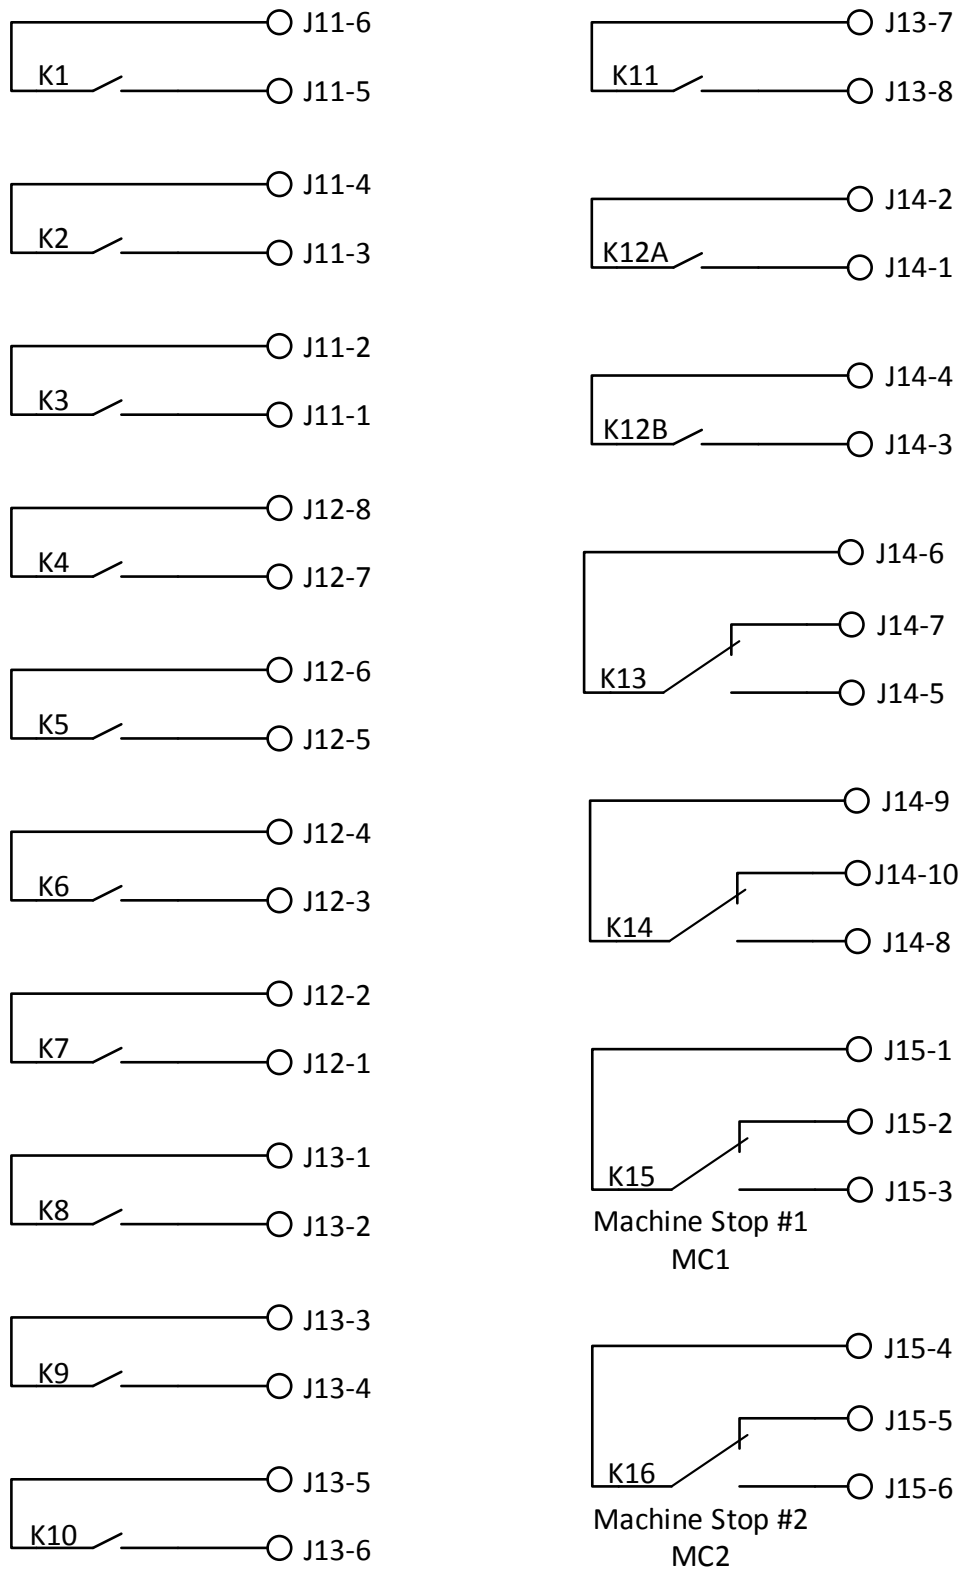

Abbildung 4: Schaltplan für Relais der CPU-Platine
Die CPU-Platine des *inTeleSmart2* enthält 16 Relais. Zwei dieser Relais (K15 und K16) werden für den Maschinenstopp (MC) verwendet (siehe Abschnitt 4.5), die anderen beiden Relais (K13 und K14) sind Form-C-Flipflop-Relais. Alle anderen Relais (K1–K12) sind Schließerrelais, wobei K1–K11 Relais mit einem Eingang sind und K12 ein Relais mit zwei Ausgängen ist. Abbildung 4 zeigt die Relaisverdrahtung für alle Relais auf der CPU-Platine.
Der *inteleSmart2* kann so verdrahtet werden, dass verschiedene Grade der Isolation erreicht werden. Wenn das Gerät ohne Anschlusskabel oder Verbindungsoption bestellt wird, kann der Benutzer die Relais entsprechend dem erforderlichen Isolationsgrad verdrahten. Dies kann unter Bezugnahme auf die Schaltpläne in Abbildung 4 für die Hauptplatine und Abbildung 6 für die Erweiterungsmodule durchgeführt werden.